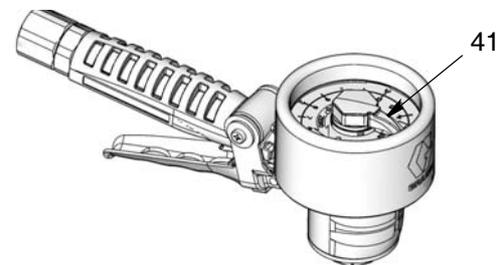

ABB. 9
1. Die Düse (101) mit automatischer Dreharretierung zum Öffnen im Gegenuhrzeigersinn drehen. Die Düse in den Materialbehälter halten und den Abzug (12) ziehen.
2. Die Bewegung des Einstellzeigers (41) am Einstellrad (37) des Dosiergeräts beobachten. Den Abzug (12) loslassen, wenn die gewünschte Materialmenge abgegeben worden ist.
3. Den Einstellzeiger (41) im Gegenuhrzeigersinn drehen, um ihn auf „0“ zurückzusetzen, bevor erneut dosiert wird. Siehe ABB. 9